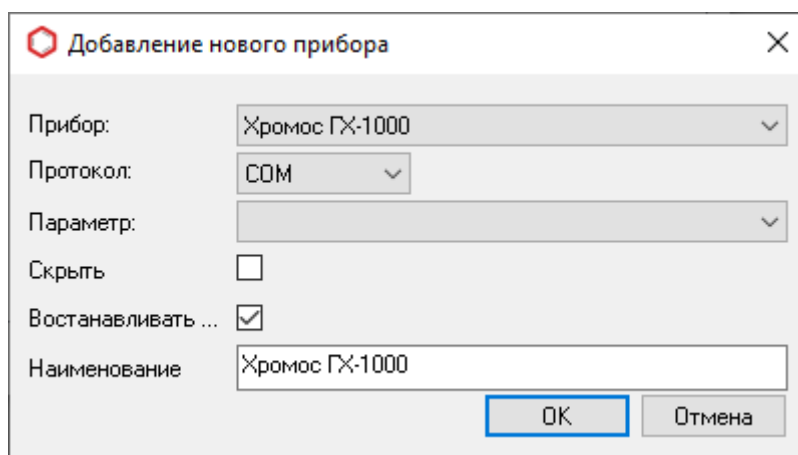

Рис. 105: Окно «Добавление нового прибора»
6. Чтобы добавить прибор, нажмите  **Добавить**. Откроется окно *Добавление нового прибора* (Рис. 105):